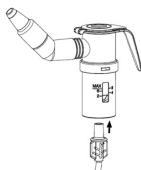

Рис. 1
В комплекте поставки имеется две трубки-воздуховода: одна используется для подачи постоянного потока сжатого воздуха, а другая для подачи пульсирующего потока воздуха. Подсоедините одну из трубок к разъему нижней части распылителя (рис. 1) (входящего в состав медицинского изделия), другой конец трубки в разъем для постоянной подачи воздуха компрессора. Вставьте адаптер для пульсирующей подачи (из состава медицинского изделия) в отверстие верхней части распылителя, затем присоедините один конец второй трубки-воздуховода к адаптеру для пульсации (рис. 2), а второй конец установите в разъем для пульсирующей подачи воздуха компрессора.
1. Поднимите и снимите крышку отделения основной части назального назального душа (рис. 1).